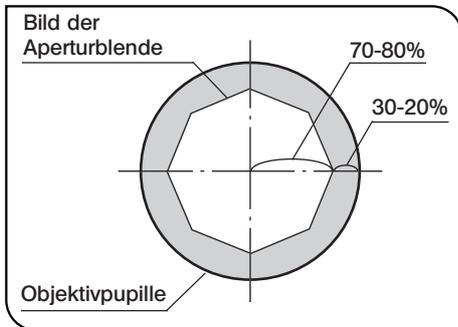

Abb. 26
Aperturblende (Abb. 26 & 27)
- Da der Kontrast mikroskopischer Objekte für gewöhnlich gering ist, wird üblicherweise die Einstellung der Kondensor-Aperturblende auf 70% bis 80% der numerischen Apertur des verwendeten Objektivs empfohlen. Gegebenenfalls das Verhältnis korrigieren, indem das Okular entfernt und der Aperturblendenring ① mit Blick durch den Okularstutzen gedreht wird, bis das in Abb. 26 gezeigte Bild zu sehen ist.